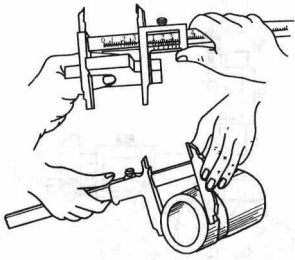
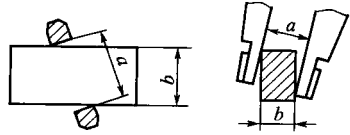

图 1-17 外尺寸的测量方法
图 1-18 外尺寸的错误测量
① 按工件的尺寸大小和尺寸精度要求，选用合适的游标卡尺。游标卡尺只适用于中等公差等级 (IT10~IT16) 尺寸的测量和检验，不能用游标卡尺去测量铸、锻件等毛坯尺寸，否则量具很快磨损而失去精度；也不能用游标卡尺去测量精度要求过高的工件，因为读数值为 0.02mm 的游标卡尺可产生  $\pm 0.02\text{mm}$  的示值误差。
② 使用前对游标卡尺要进行检查，擦净卡脚，检查卡脚测量面和测量刃口是否平直无损和游标的零线要对齐，并用透光法检查内外脚量面是否贴合，如有透光不均，说明卡脚量面已有磨损。这样的卡尺不能测量出精确的尺寸。
③ 测量外尺寸时，先把工件放入两个张开的卡脚内，首先选择卡脚适当的位置，必须使工件贴靠在固定卡脚上，然后用轻微的压力，把活动卡脚推过去，当两卡脚的量面已和工件均匀地贴靠时（不能歪斜），即可由卡尺上读出工件的尺寸，如图 1-17 所示。图 1-18 所示为不正确的测量。